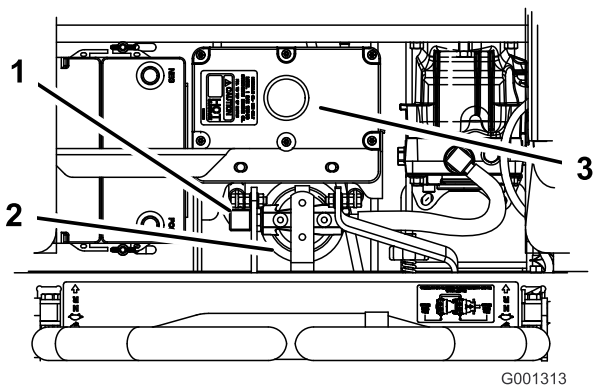

Figura 93
- Retire el tubo hidráulico derecho a su entrada en el adaptador (Figura 93).
- Instale el tubo hidráulico derecho en el adaptador (Figura 93).